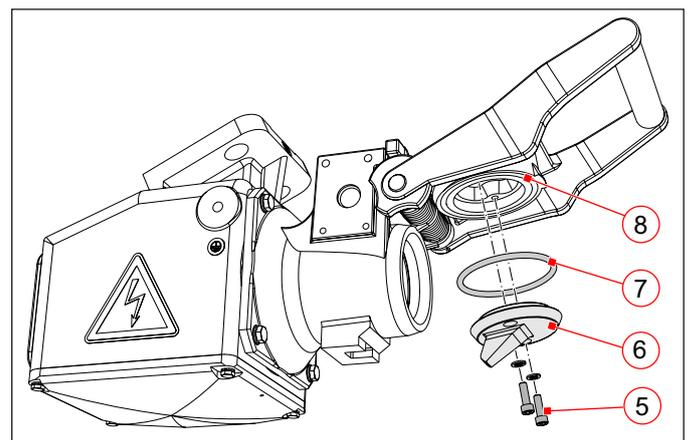

Abb. 48: Dichtring (7) für Dosendeckel tauschen
Dichtring für Dosendeckel tauschen (Abb. 48)
- ▶ Dazu die 2 Zylinderschrauben M6 x 20 (5) der Nasenscheibe (6) mit Innensechskantschlüssel lösen und die alte Nasenscheibe abnehmen.
- ▶ Dichtring (7) auf Beschädigung prüfen. Bei Beschädigung den Dichtring erneuern (siehe dazu Abschnitt „Dichtring für Dosendeckel tauschen (Abb. 48)“ auf Seite 39).
- ▶ Eine neue Nasenscheibe (6) unter Beachtung der Einbaulage aufsetzen und mit den Zylinderschrauben (5) einschließlich Sperrkantringen festschrauben. Drehmoment für die Zylinderschrauben: 3 Nm